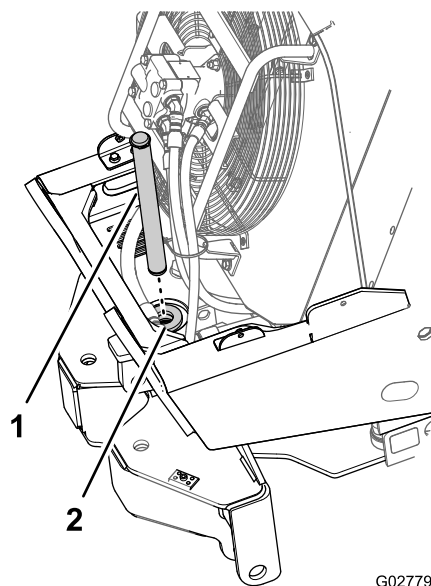
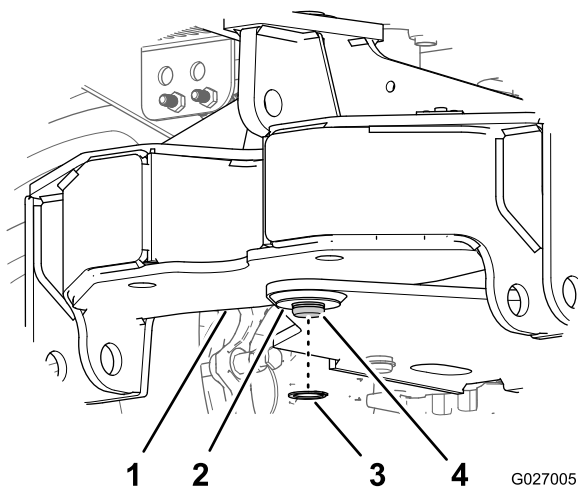

Figura 25
Figura 26
11. Introduzca el pasador de giro (1-1/2 x 15-1/2 pulgadas) a través del bastidor de montaje, las arandelas y los casquillos del bastidor de giro, y sujete el pasador con un anillo de retención (1-3/8 pulgada), según se muestra en Figura 25 y Figura 26.